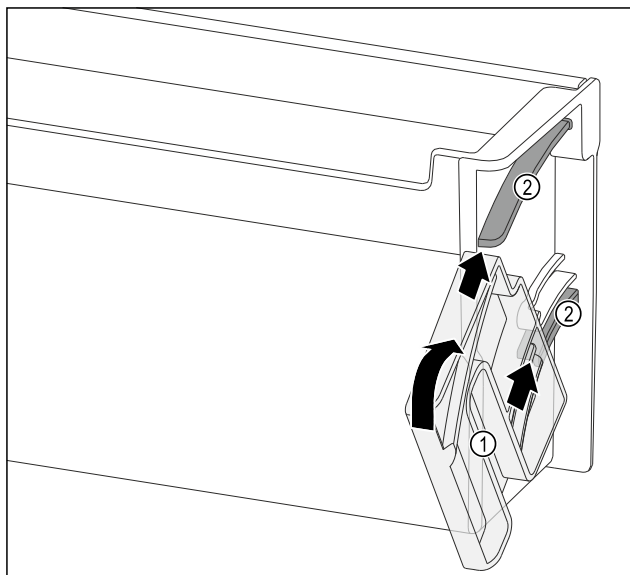

Fig. 119
- Розташуйте поворотний модуль Fig. 119 (1) так, щоб пази розташовувалися точно навпроти напрямних каналів Fig. 119 (2) дверного лотка.
- Прокрутіть поворотний модуль Fig. 119 (1) у вказаному напрямку.